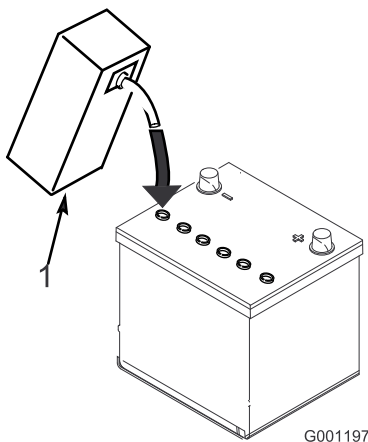

Figura 7
3. Llene cuidadosamente cada celda con electrolito hasta que las placas estén cubiertas de aproximadamente 6 mm de fluido (Figura 7).
4. Espere aproximadamente 20–30 minutos para que el electrolito penetre en las placas. Rellene según sea necesario para que el electrolito llegue a una distancia de aproximadamente 6 mm del fondo del hueco de llenado (Figura 7).